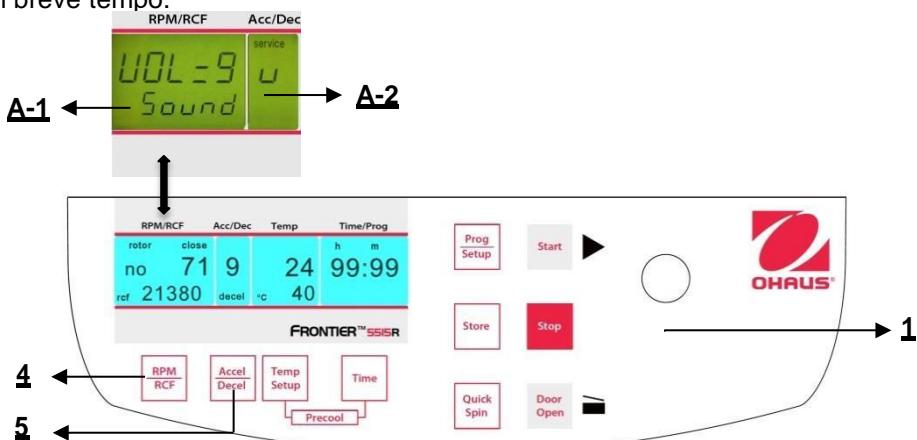

Figura 34
Procedere come descritto al punto 4.1.2 per inserire questa modalità programma e poi premere il tasto **"Accel/Decel"** (5). **Sul display "Acc/Dec" (A-2) lampeggia la parola "Service"**. Selezionare adesso la lettera **"U** con la manopola di regolazione (1). Di conseguenza, sul display **"RPM | RCF"** (A-1), appaiono le parole **"Vol=0-9/Sound"**. Dopo aver premuto il tasto **"RPM | RCF"** (4), è possibile regolare il volume desiderato fra 0 (basso) e 9 (alto) con la manopola di regolazione (1) (Vedere figura 34).